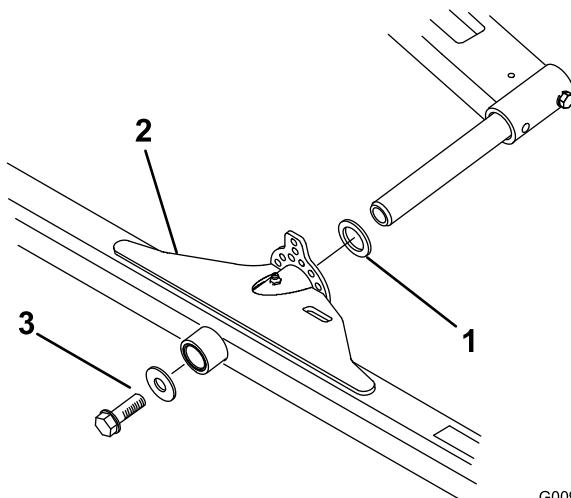

Figura 9
1. Deslice una arandela de empuje sobre la varilla de pivotación del brazo de elevación (Figura 9).
2. Deslice el bastidor de la unidad de corte sobre la varilla de pivotación y fíjelo con una arandela plana y un perno con arandela prensada (Figura 9).